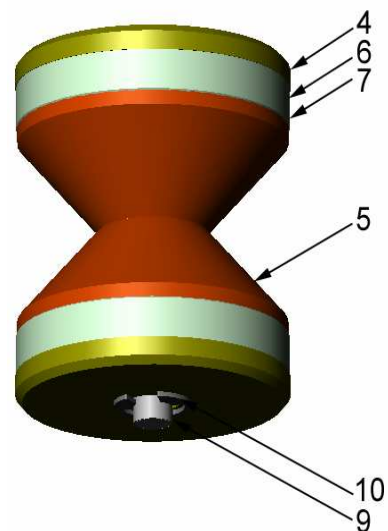

Figure 14
3.10 Fixez toutes les cartouches en installant un e-clip (élément n° 10) sur l'extrémité de la cartouche de la charge relais (voir Figure 14). Fixez les cartouches en serrant l'e-clip.